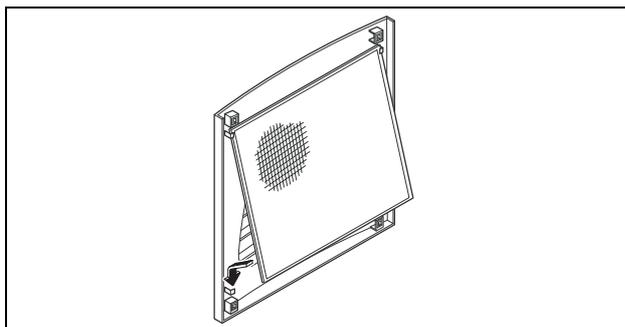

Рис. 24: Установить фильтрующую прокладку
- Поместите фильтрующую прокладку, как показано на рис. 24, во внутрь решетки и установите ее обратно на корпус.